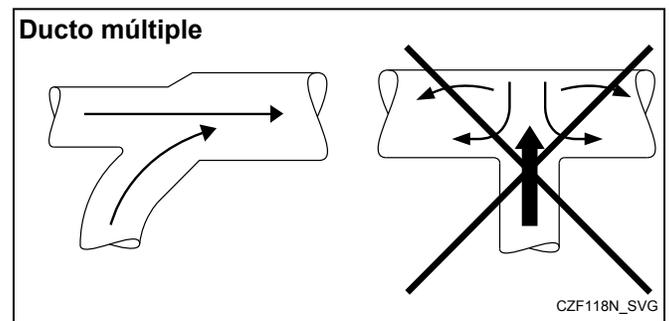

Figura 14
- El ducto múltiple debe ser cónico, consulte la *Figura 14*. El ducto individual de la planchadora debe ingresar en el ducto
NOTA: Nunca conecte el ducto de la planchadora a un ángulo de 90° en un ducto colector. Consulte la Figura 14. Esto provocaría una contrapresión excesiva, que resultará en bajo rendimiento. Nunca conecte dos ductos de extracción de la planchadora enfrentados en el punto de entrada del ducto múltiple.